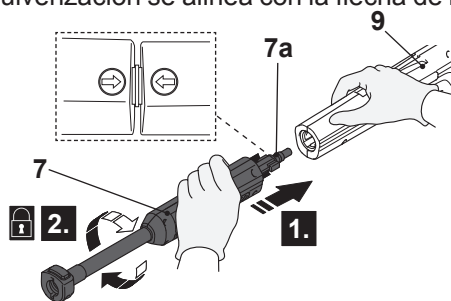

Fig. 3
1. Alinee e inserte las lengüetas (7a) de la lanza de extensión (7) en las ranuras del puerto de conexión de la pistola de pulverización (9). (Fig. 3, paso 1).
2. Encaje firmemente la lanza de extensión (7) girándola en el sentido de las agujas del reloj para bloquearla en su sitio (paso 2). Asegúrese de que la flecha de la pistola de pulverización se alinea con la flecha de la lanza de extensión.